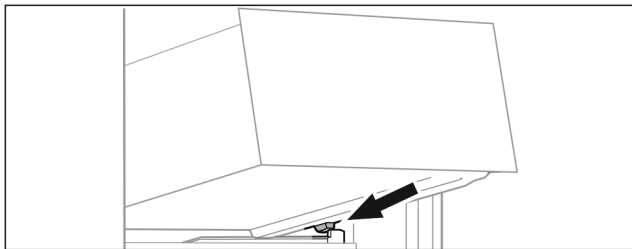

Fig. 63
- ▶ Așezați sertarul oblic în spatele opritoarelor pe nervura recipientului. (vezi Fig. 63)